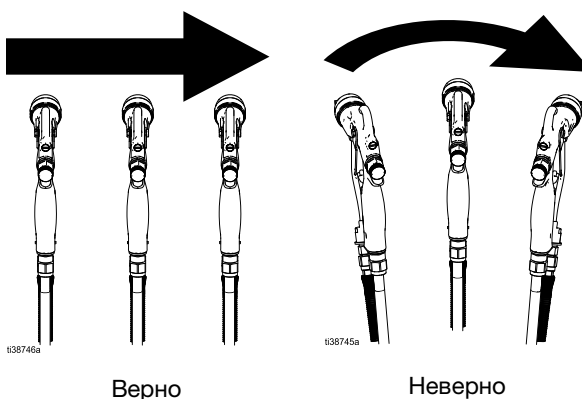

Рис. 24: Способы распыления
3. Нажмите на курок (9).
4. Каждый проход краскораспылителя должен быть плавными, равномерными и параллельным предыдущему. Для получения равномерного слоя каждый последующий проход должен на 50% перекрывать предыдущий. **Не делайте дуговые движения.** В результате дуговых движений покрытие становится неравномерным. См. Рис. 24.